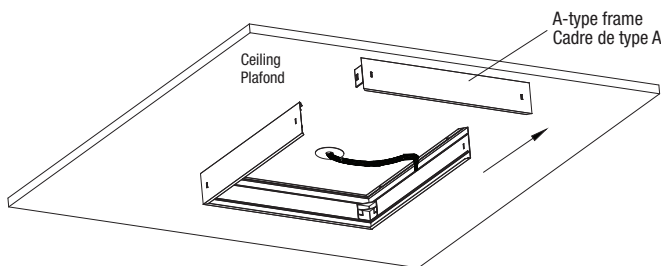

Fig. 3
- NOTE:** The type A frame to be removed on point 3 must not be installed on the ceiling with screws (see Fig. 3).
3. Remove an A-type frame (Fig. 3).
- NOTE:** Le cadre de type A à enlever au point 3 ne doit pas être installé au plafond avec des vis (see Fig. 3).
3. Retirer un cadre de type A (Fig. 3).